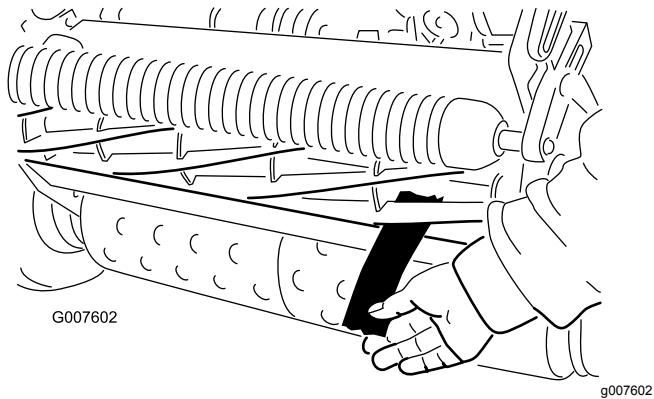

图48
12. 在滚刀与底刀间插入一长条 剪切性能检测纸纸要与底刀垂直检测剪切性能 图48。缓慢向前旋转滚刀滚刀应剪切检测纸。